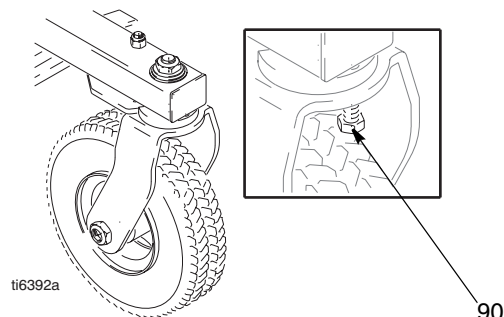

FIG. 1
7. Remettre les vis (34) sur le carter d'entraînement. Serrer uniformément à la valeur indiquée en 3 sur la Fig. 1.
9. Monter le panneau avant (52) et le fixer au moyen de deux vis (32).